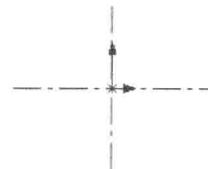

图 2.2 绘制中心线
(1) 绘制中心线。选择下拉菜单 **工具(T)** → **草图绘制实体(X)** → **中心线(Y)** 命令，绘制图 2.2 所示的中心线。